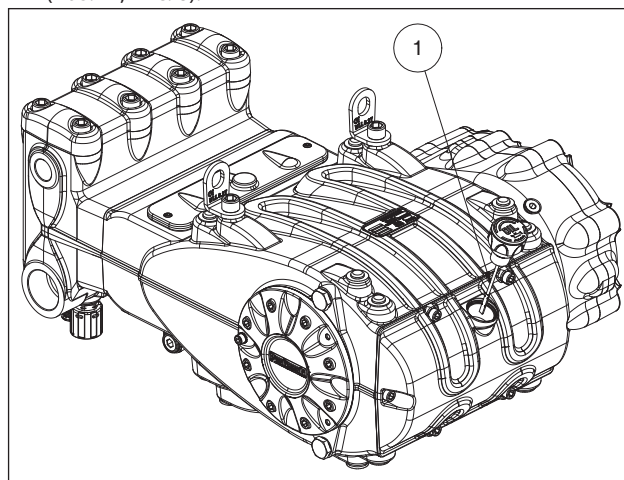

Рис. 8
5. Масло в корпусе насоса находится на заданном уровне при проверке его с помощью соответствующего щупа (поз. ①, Рис. 8).